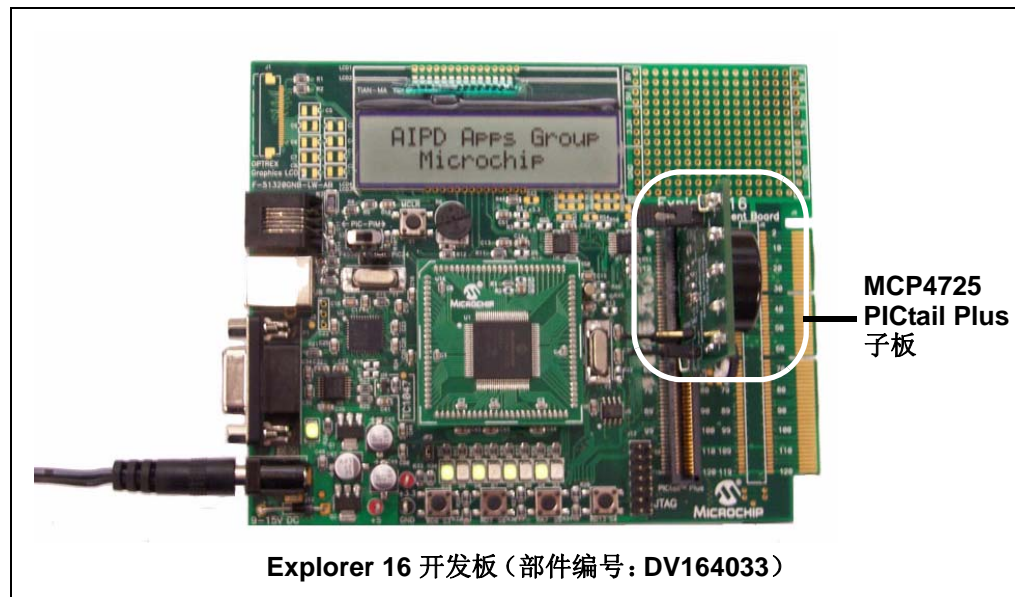

图 1-2: 将 MCP4725 PICtail™ Plus 子板连接至 Explorer 16 开发板。
图 1-2 显示了 MCP4725 PICtail™ Plus 子板和 Explorer 16 开发板。它们连接在一起后，用户便可对 Explorer 16 入门工具包中的 16 位 PIC24FJ128 MCU 进行编程。Explorer 16 开发板将 I²C 串行通信命令发送至 MCP4725 PICtail™ Plus 子板以生成 MCP4725 DAC 输出。该 MCP4725 PICtail™ Plus 子板的 Explorer 16 MCU 固件以 1 LSB 增量连续对 DAC 输入寄存器进行写操作。用户可以使用示波器观察 DAC 输出（V_{OUT}）的变化。另外，MCP4725 PICtail™ Plus 子板上的蜂鸣器会在 DAC 输出（V_{OUT}）的驱动下发出声音。
1. 如图 1-2 所示将 MCP4725 PICtail™ Plus 子板连接至 Explorer 16 开发板上的 J5 插座。